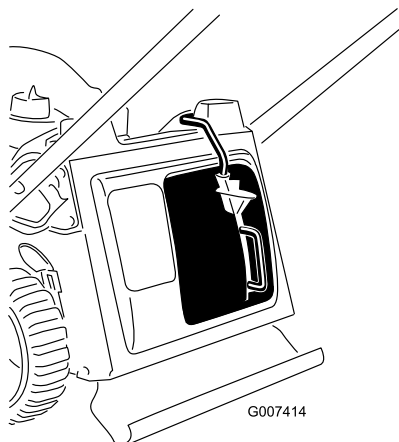

Figure 9
- Relâchez le bouton sur le levier et vérifiez que le haut du levier est bien au fond du logement du contacteur (Figure 9). **La tondeuse ne pourra pas démarrer si ce n'est pas le cas !**